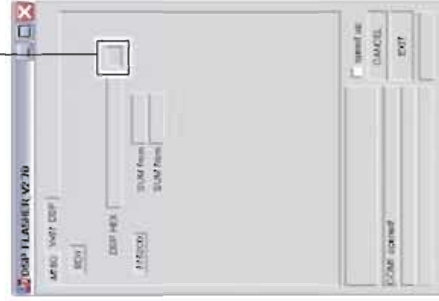

Fig. 5
3. Click [...]. (Fig. 5)
3. [...] をクリックし、書き込むファームウェアを選択します。(Fig. 5)